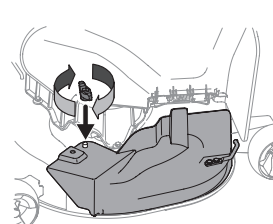

Figure 7
- Fixez le bouchon de déchetage avec un écrou papillon. Voir Figure 7 pour l'installation sur les deux types de plateaux.